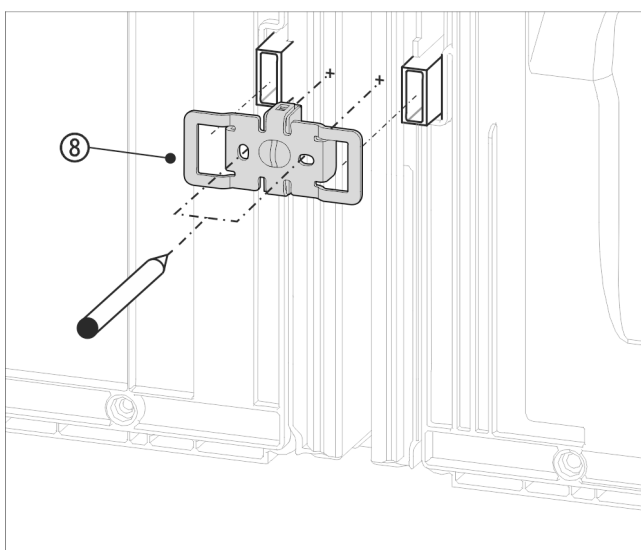

Fig. 17 Zobrazení příkladu
- Úhelník Fig. 17 (8) zasuněte vybráním přes úchyt pro vyme-zovač odstupu od stěny.